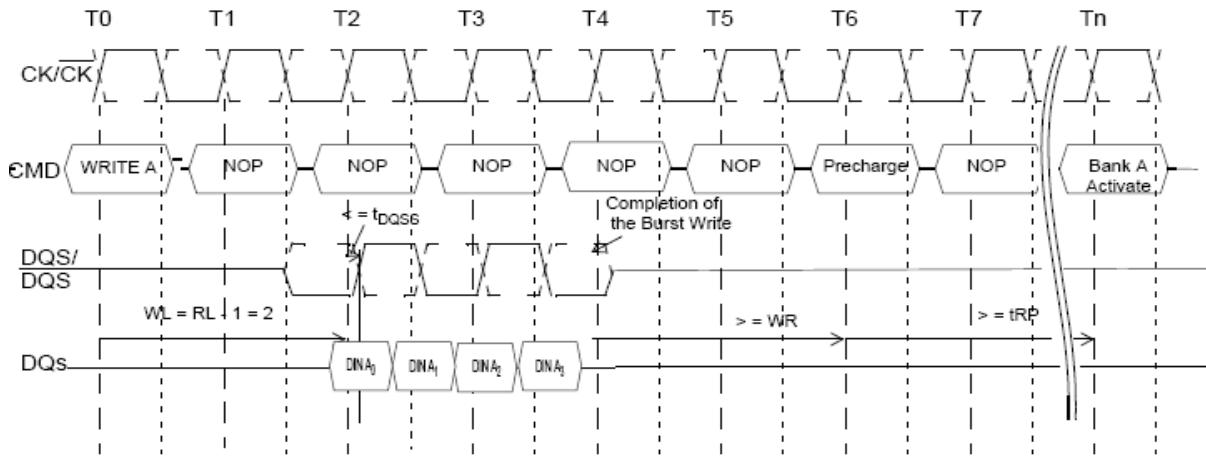

图 6.3: DDR2 SDRAM 写操作协议
DDR2/3 SDRAM 写操作的协议如图6.3所示。在图中命令 CMD 是由 RAS\_n , CAS\_n 和 WE\_n , 共三个信号组成的。对于写操作, RAS\_n=1 , CAS\_n = 0 , WE\_n = 0 。另外, 与读操作不同, 写操作需要 DQM 来标识写操作的掩码, 即需要写入的字节数。DQM 与图中 DQs 信号同步。其中, Cas Latency (CL) = 3 , Write Latency (WL) = Read Latency (RL) - 1 = 2 , Burst Length = 4 。